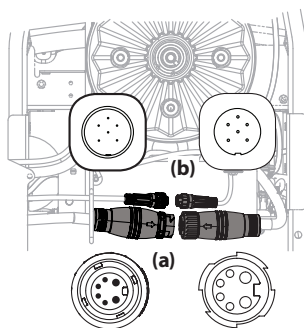

Figure 19
4. Débranchez les adaptateurs des moteurs du plateau de coupe placés sous l'appareil. Tournez le collier du plus grand connecteur (a) vers la gauche et débranchez-le avec précaution. Répétez la procédure avec le plus petit connecteur (b). Voir la Figure 19.
6. Rebranchez les moteurs du plateau de coupe sous l'appareil. Branchez toujours en premier le plus grand connecteur et ensuite le plus petit. Voir Figure 19.